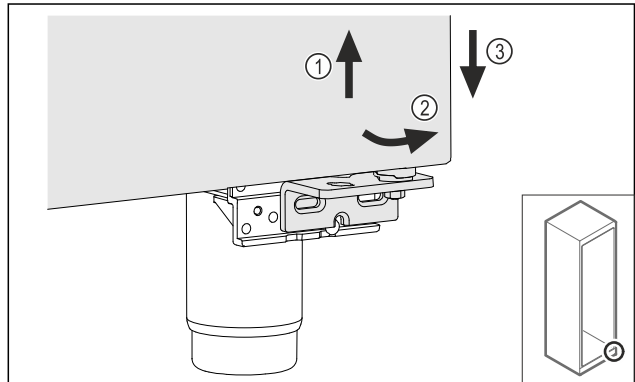

Fig. 16
- ▶ Levantar ligeramente la puerta Fig. 16 (1): inclinarla hacia delante por la parte inferior Fig. 16 (2) y bajarla Fig. 16 (3).